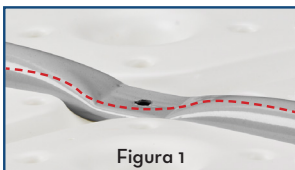
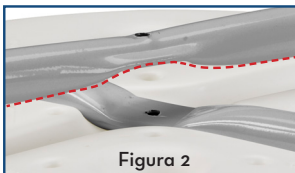

Figura 1
Figura 2
3. Alinear la sección de la pierna que tiene el área cóncava en la parte inferior con los orificios de asiento (Figura 1). Alinear la sección de la pierna que tiene la zona cóncava en la parte superior con la sección de la pierna por debajo (Figura 2).